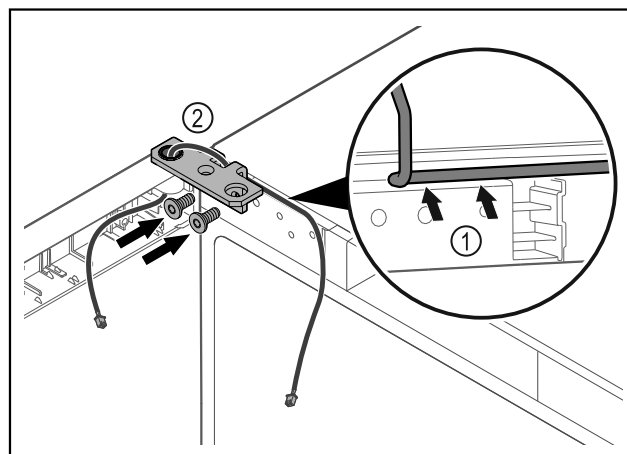

Fig. 37
- ▶ Poprowadzić kabel przez wgłębienie w zawiasie i ostrożnie go ułożyć Fig. 37 (1).
- ▶ Przykręcić zawias Fig. 37 (2).